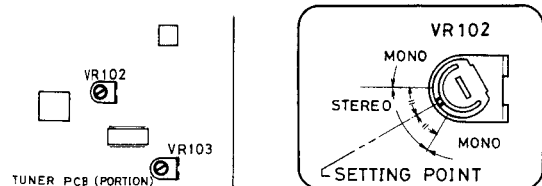

Fig. 3
4. Next, connect the oscilloscope and AC voltmeter to L-ch output jack, and switch the modulation of the FM stereo signal generator to R-ch signal. Check to make sure leakage of signal from R-ch into L-ch is almost the same as that from L-ch into R-ch. If there is a marked difference, fine-adjust VR103. (Fig. 3)
4. Ensuite, brancher l'oscilloscope et le voltmètre à courant alternatif au jack de sortie du canal droit, et commuter la modulation du générateur de signal stéréophonique MF au signal de canal droit. Vérifier que la fuite du signal du canal droit au canal gauche est presque la même que celle du canal gauche au canal droit. S'il y a une différence remarquée, régler finement le VR103 (Fig. 3).